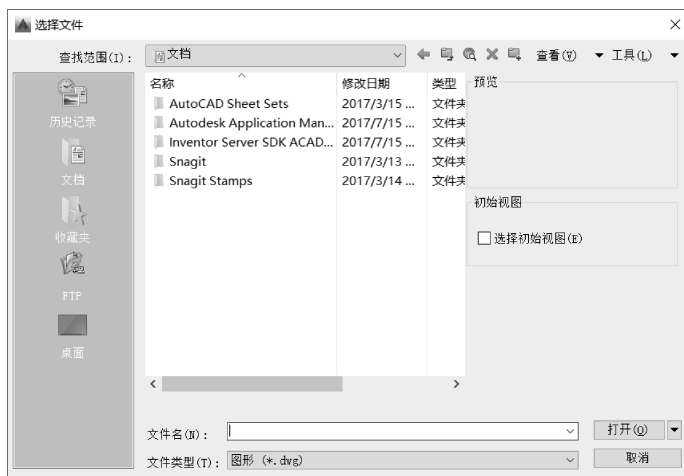

图 1-27 “选择文件”对话框
1) 选择上述方式之一输入命令后，可以打开“选择文件”对话框，如图 1-27 所示。通过对话框的“查找范围”下拉菜单选择需要打开的文件，AutoCAD 的图形文件格式为 *.dwg 格式（在“文件类型”下拉列表框中显示）。